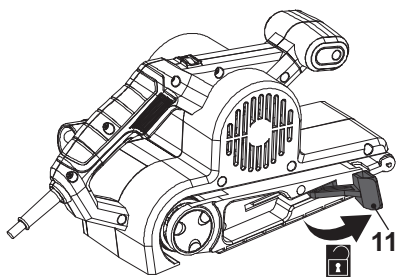

Fig. 1
1. Tirez le levier de verrouillage **(11)** vers l'extérieur (Fig. 1).